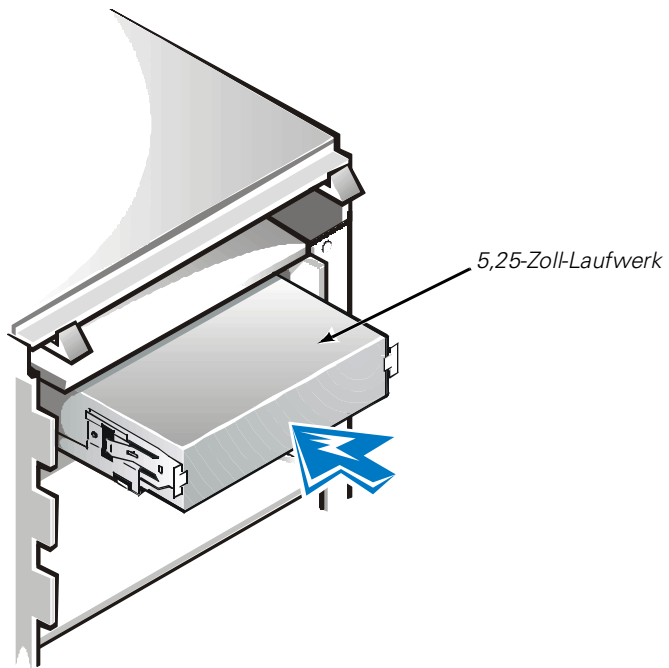

Abbildung 9-6. Das neue Laufwerk in den Laufwerkschacht einsetzen
6. Das neue Laufwerk in den Laufwerkschacht einschieben, bis es richtig einrastet (siehe Abbildung 9-6). Stellen Sie sicher, daß beide Halteklammern richtig im Einbauschacht einschnappen.